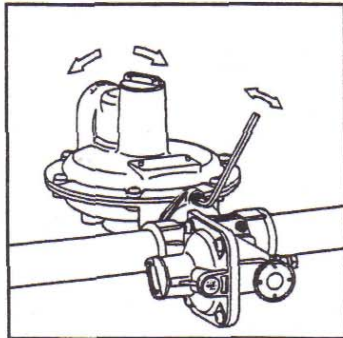
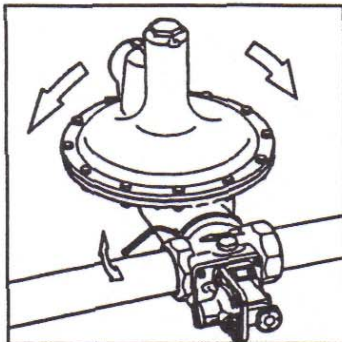

Abb. 2
Abb. 2a
5. Um das Reduzierventil in einen vorgegebenen Platz einzubauen, kann es notwendig sein, das Membrangehäuse zu drehen. Bei G $\frac{3}{4}$ " - 1"/DN20-25 ist dies möglich durch Lösen der 2 Innensechskantschrauben, bei G $1\frac{1}{2}$ "-2"/DN40-50 sind dazu die 3 Stiftschrauben zu lösen (s.Abb. 2, 2a). Dann das Membrangehäuse in richtiger Position (Menbrane horizontal, Feder oben) ausrichten und die Schrauben wieder anziehen.
2. Ovalen Verbindungsflansch ($\frac{3}{4} + 1$ ", s. Abb. 2) bzw. Imbusschrauben an Verbindung (G $1\frac{1}{2} + 2$ ", S. Abb. 2a) lösen.